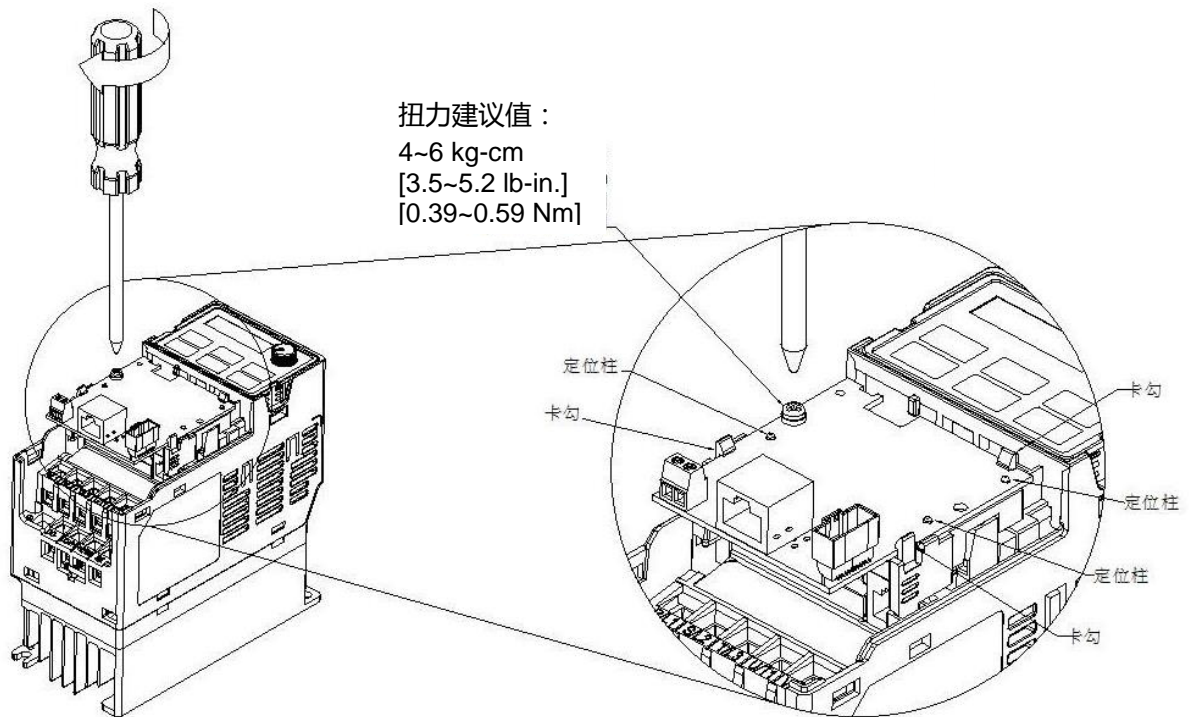

图 8-3
5. 确认配件卡固定配件上三个卡勾确实卡住配件卡后，进行配线（注一）。配线前锁上螺丝加强固定配件卡，扭力为 4~6 kg-cm / [3.5~5.2 lb-in.] / [0.39~0.59 Nm]，如图 8-3 所示。此时配线完毕后，上盖尚无法直接阖上，须再将配件卡反面安装后方可盖上。请接续如下步骤完成安装。